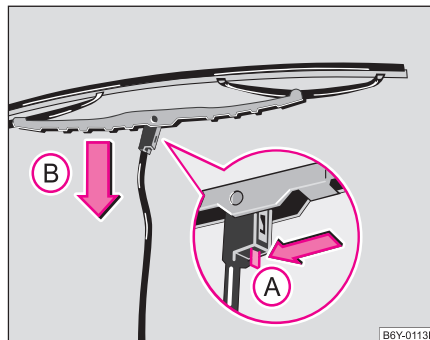

Abb. 43 Scheibenwischerblatt für Frontscheibe
- Klappen Sie den Scheibenwischerarm von der Scheibe weg und stellen Sie das Wischerblatt rechtwinklig zum Wischerarm ⇒ Seite 64, Abb. 43.
- Drücken Sie die Sicherungsfeder in Pfeilrichtung (A) und drücken Sie gleichzeitig das Wischerblatt zur Scheibe in Pfeilrichtung (B) ⇒ ⚠.